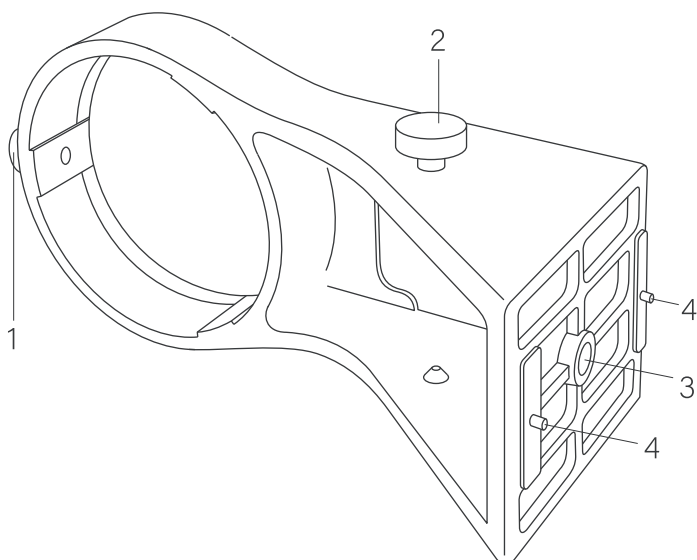

Рис. 9. Кронштейн
- Установите кронштейн оптической головки на штатив. Для этого совместите отверстие 3 (рис. 9) кронштейна с одним из установочных отверстий 1 (рис. 7) платы фокусирующего механизма, при этом направляющие штифты кронштейна 4 (рис. 9) должны войти в направляющий паз 3 опорной платы механизма фокусировки 2 (рис. 7). Зафиксируйте головку винтом, разместив под его головкой пружинную шайбу. Для этого используется ключ 4 (рис. 8) из комплекта микроскопа.
- Установите оптическую головку в кольцевой держатель кронштейна, разверните окулярными тубусами в сторону наблюдателя и зафиксируйте винтом 1 (рис. 9).